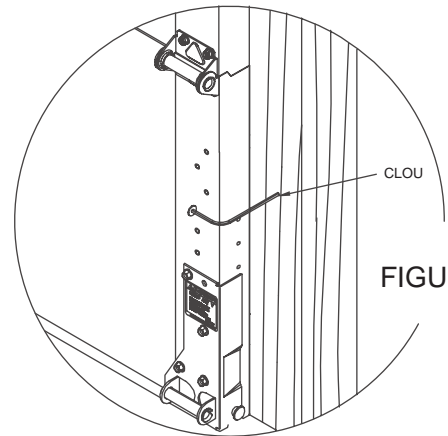
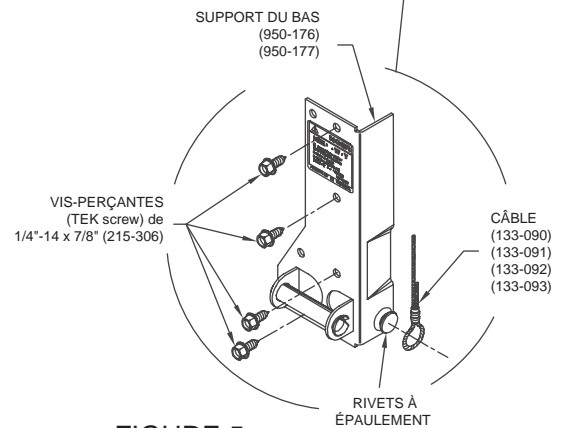

FIGURE 4
FIGURE 5
4) Une fois le panneau du bas est placé contre le coupe-froid, bloquée le panneau temporairement avec des clous, enfoncez des clous dans les jambes et pliez les clous sur les embouts du panneau tel que montré en figure 4,
5) Fixez la boucle du câble d'acier au point d'attache du support du bas (fig. 4). Vissez en place les supports de bas sur des embouts avec quatre (4) vis rouge auto-perçantes (TEK screw) de 1/4" x 7/8", voir figure 5.